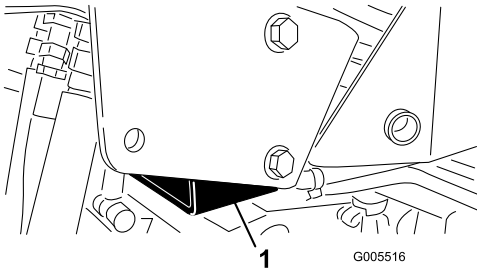

Figura 35
- Lado derecho – debajo del apoyo del gato y junto al soporte del ROPS (Figura 35).